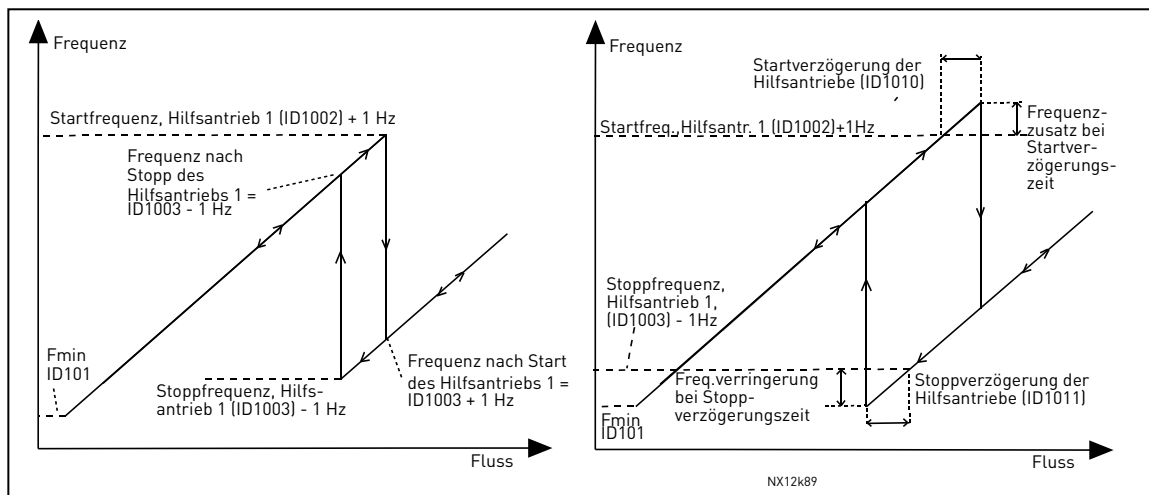

Abbildung 8-55. Beispiel für Parametereinstellung: Regelantrieb und ein Hilfsantrieb
- Der Antrieb wird gestartet, wenn die Frequenz des über den Frequenzumrichter geregelten Antriebs den mit diesen Parametern definierten Grenzwert um 1 Hz überschreitet. Die Überfrequenz von 1 Hz bildet eine Hysterese, um ein unnötiges Starten und Stoppen zu vermeiden. Siehe Abbildung 8-55. Siehe auch die Parameter ID101 und ID102 auf Seite 125.
- Der Hilfsantrieb wird gestoppt, wenn die Frequenz des über den Frequenzumrichter geregelten Antriebs den mit diesen Parametern definierten Grenzwert um 1 Hz unterschreitet. Die Stoppfrequenzgrenze definiert außerdem den Wert, auf den die Frequenz des über den Frequenzumrichter geregelten Antriebs nach dem Starten des Hilfsantriebs fällt. Siehe Abbildung 8-55.
- Die Frequenz des über den Frequenzumrichter geregelten Antriebs muss für die Dauer der mit diesem Parameter definierten Zeit oberhalb der Startfrequenz des Hilfsantriebs bleiben, bevor dieser gestartet wird. Die eingestellte Verzögerung gilt für alle Hilfsantriebe. Dadurch werden unnötige Starts aufgrund kurzfristiger Überschreitungen der Startfrequenz vermieden. Siehe Abbildung 8-55.
- Die Frequenz des über den Frequenzumrichter geregelten Antriebs muss für die Dauer der mit diesem Parameter definierten Zeit oberhalb der Stoppfrequenz des Hilfsantriebs bleiben, bevor dieser gestoppt wird. Die eingestellte Verzögerung gilt für alle Hilfsantriebe. Dadurch werden unnötige Stopps aufgrund kurzzeitiger Unterschreitungen der Stoppgrenze vermieden. Siehe Abbildung 8-55.